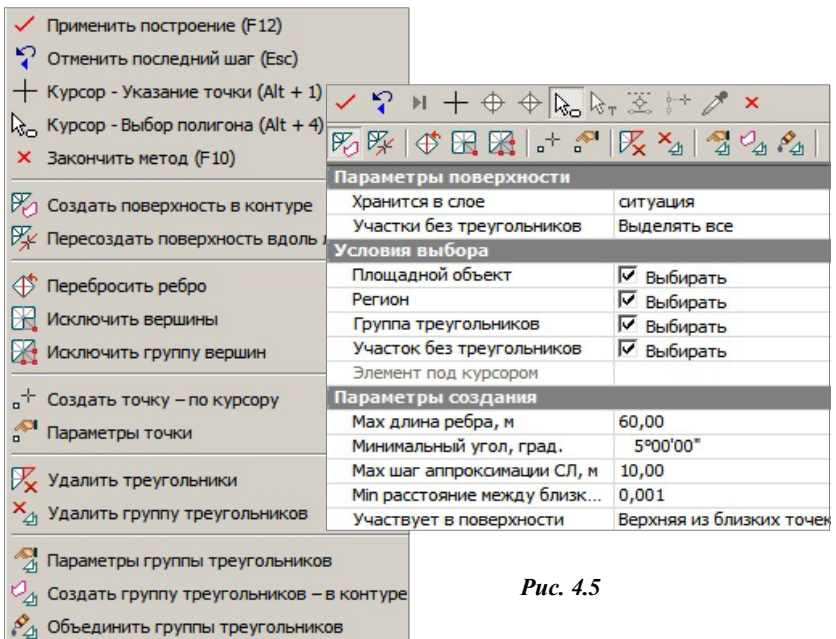

Рис. 4.5
- при обычных построениях в контекстном меню выводятся команды стандартной панели инструментов и дополнительной панели, при её наличии (рис. 4.5);